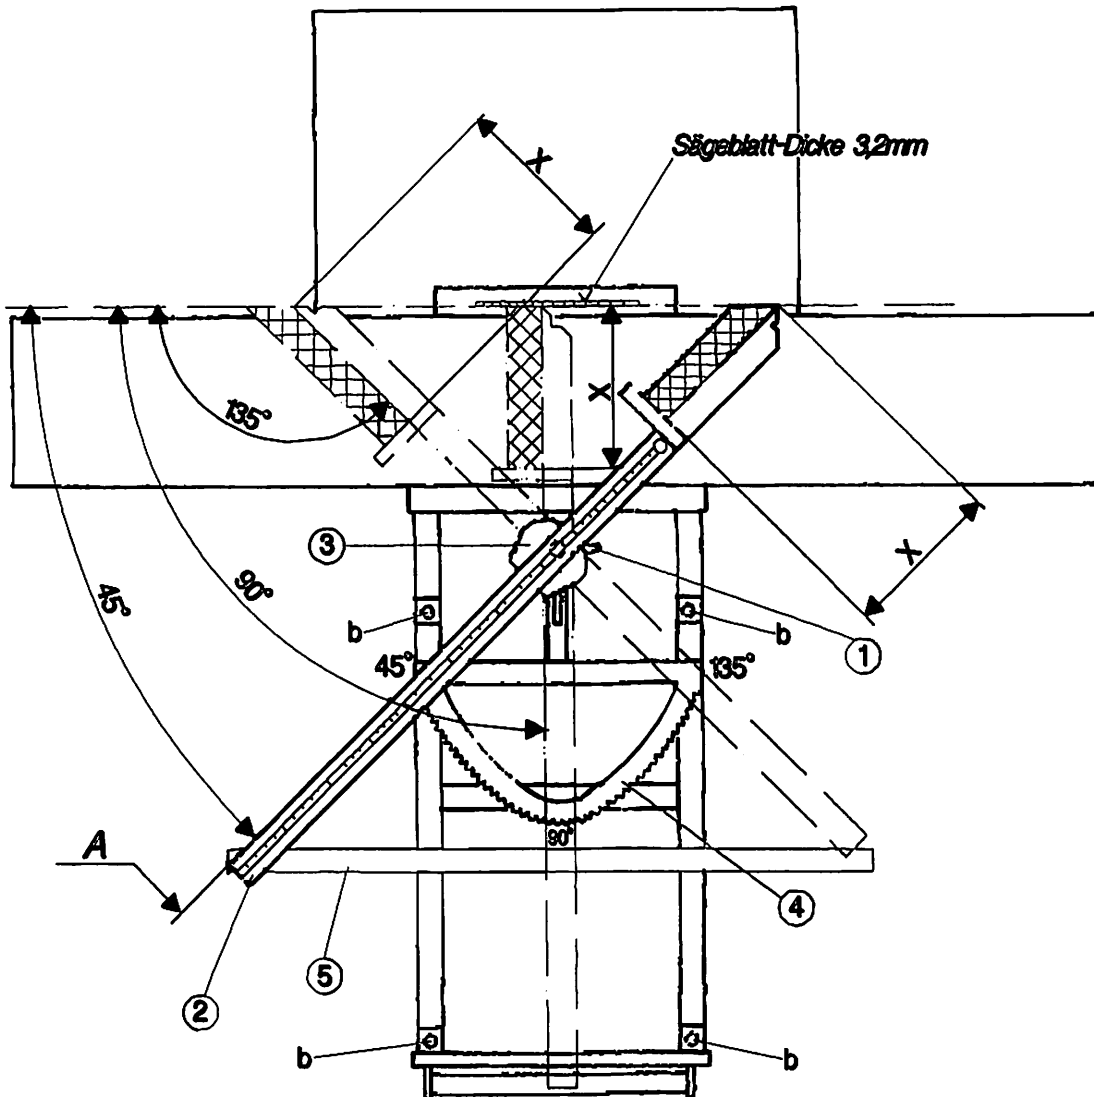
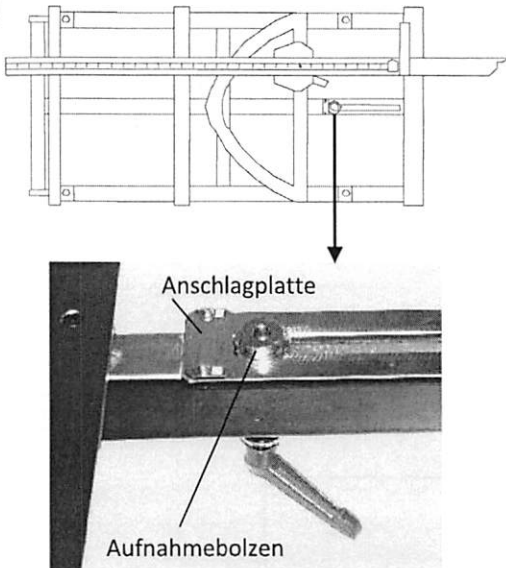

Abbildung 41 Super Gehrfix
Abbildung 42 Positionierhilfe für Längenanschlag
- Klemmhebel (1) lösen und den Aufnahmebolzen gegen die Anschlagplatte schieben (siehe Abbildung 41 u. Abbildung 42).
- Längenanschlag (2) so auf den Querschlitten legen, dass die Anschlagplatte (3) an der Gehrungsskala (4) zwischen den Markierungen ansteht
- Klemmhebel (1) anziehen